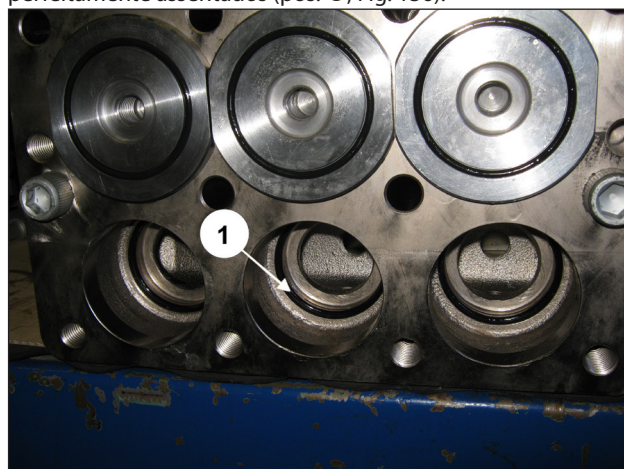

Fig. 136
Verifique se o anel circular e o anel de anti-extrusão ficaram perfeitamente assentados (pos. ①, Fig. 136).